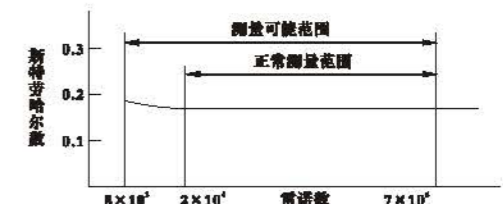

图2
斯特劳哈尔数是涡街流量计的重要系数。在曲线的  $S_r \approx 0.16$  的平直部分, 所以只要准确测出频率  $f$ , 就可以测出流体流速  $V = f \cdot d/S_r$ , 从而达到测量管道内流体流量的目的, 即:  $Q = 3.6 \cdot f/k \dots (1)$  ( $k$ —仪表系数, 次/L)。(见图2)